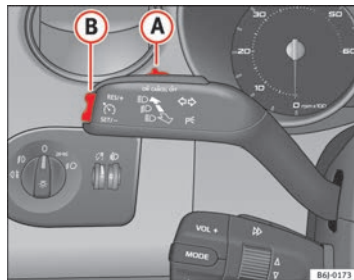

Abb. 105 Blinker- und Fernlichthebel: Schalter und Wippe für die Geschwindigkeitsregelanlage
- Drücken Sie den unteren Teil der Wippe **SET** $\Rightarrow$ Abb. 105 **B** einmal kurz, wenn die zu speichernde Geschwindigkeit erreicht worden ist.